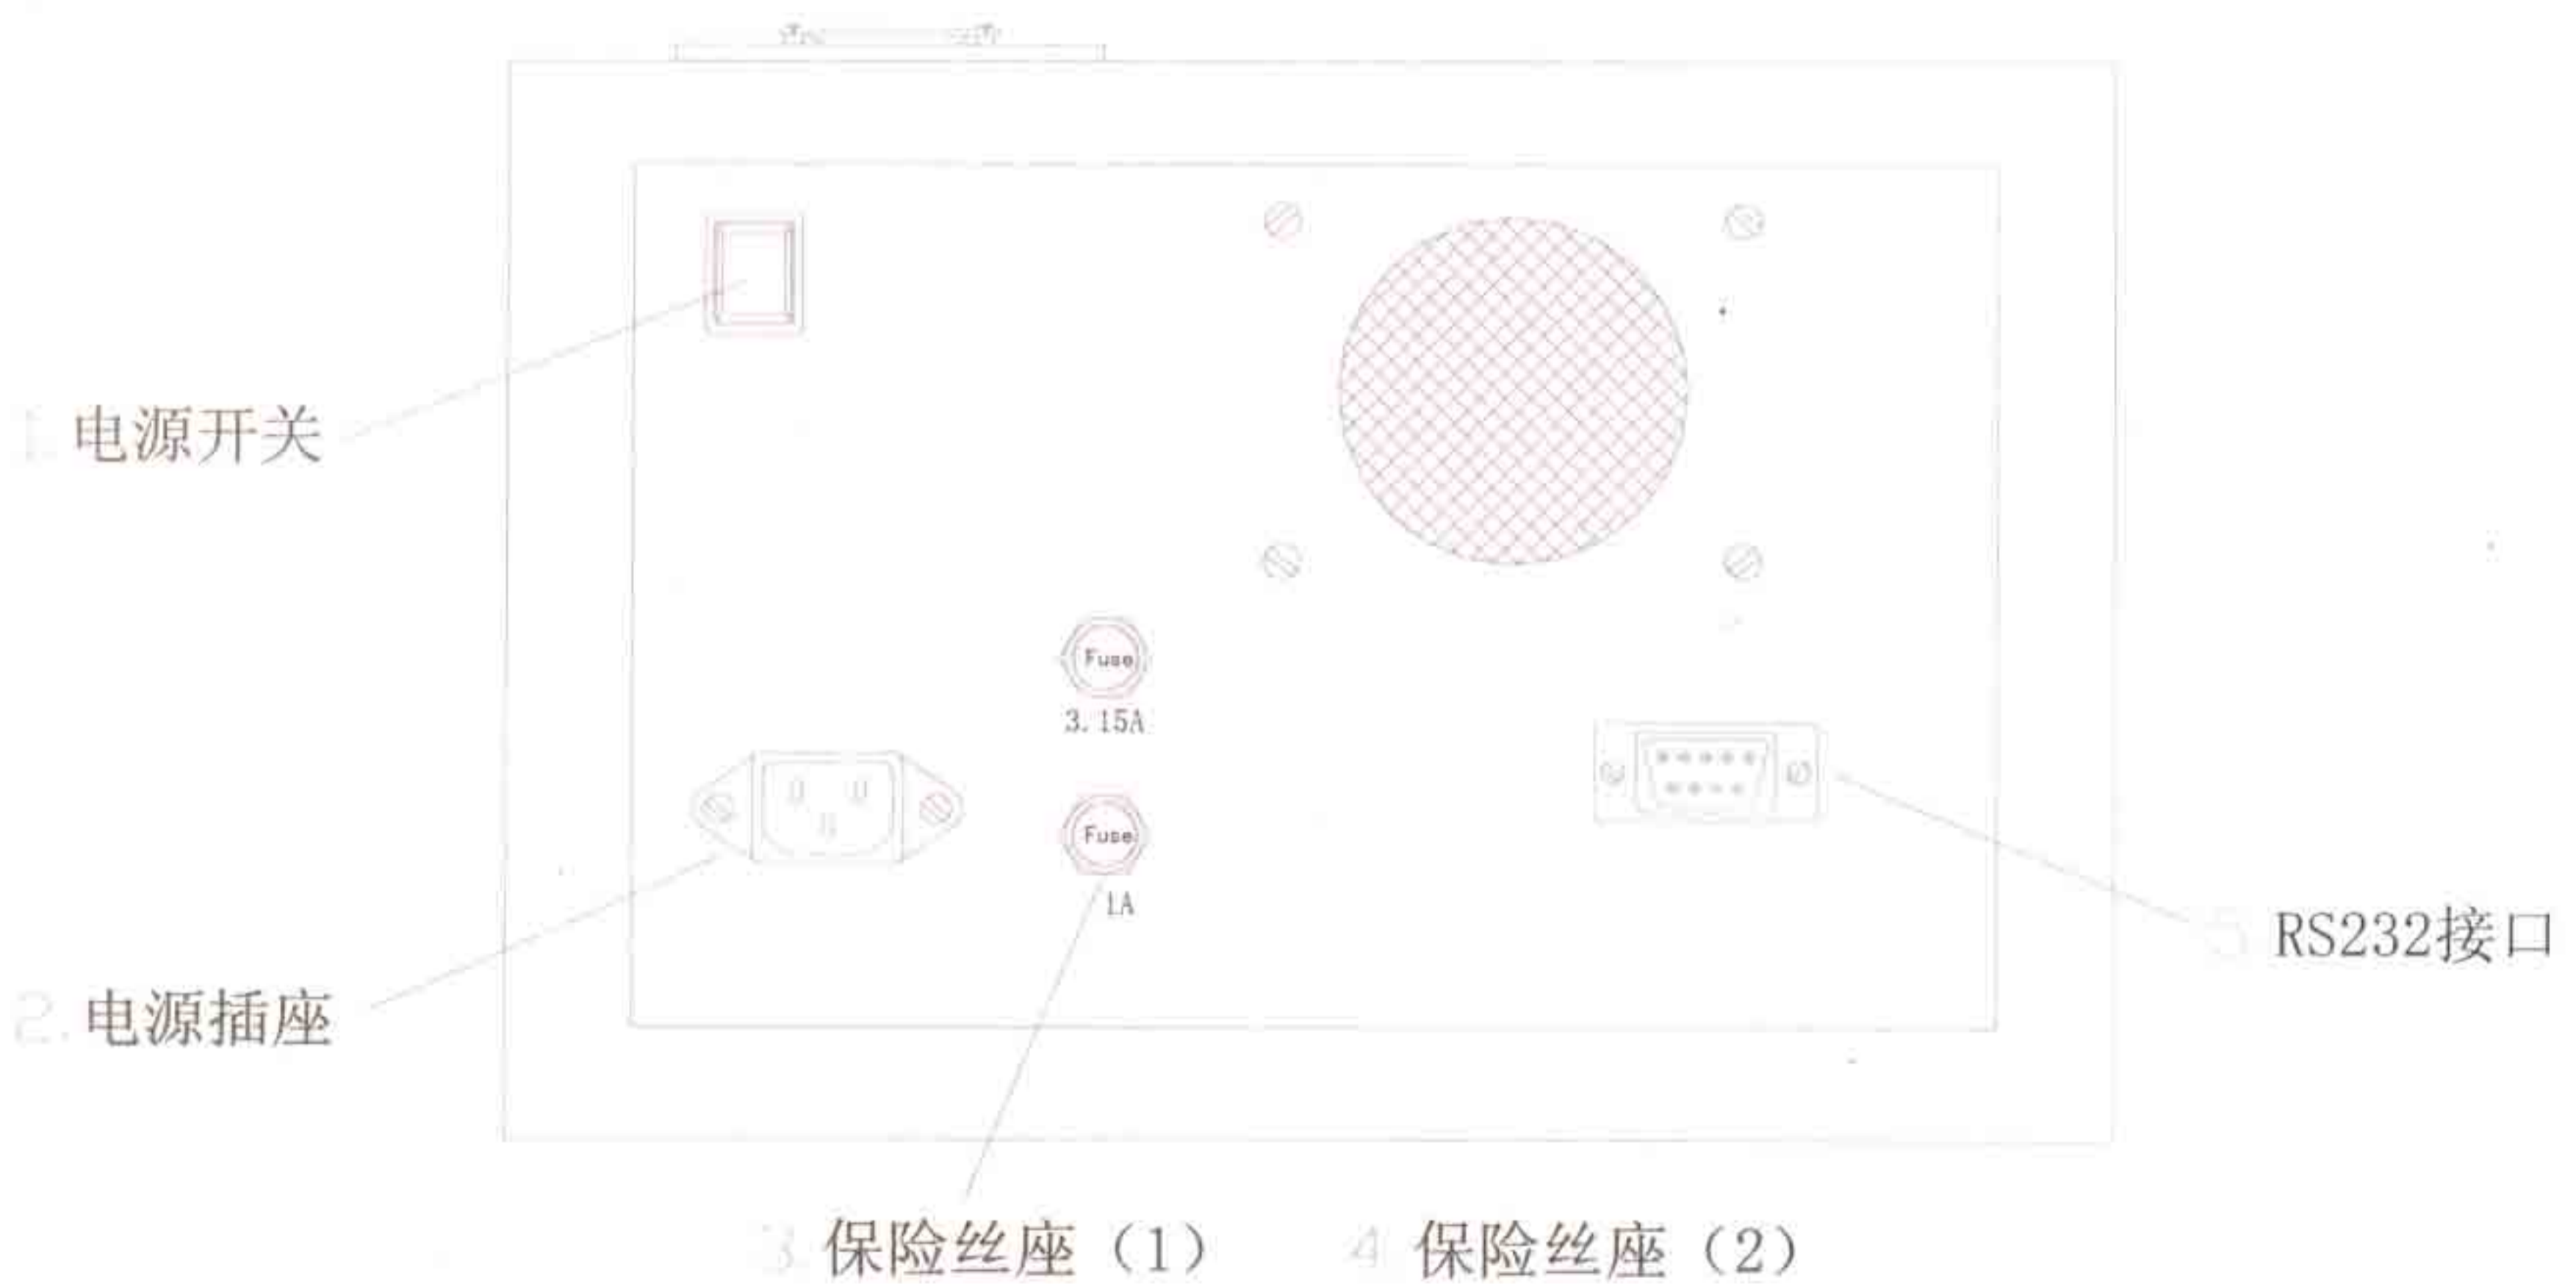

图 6
4. 仪器后视图见图 6
1. 开启电源开关（见图 6），显示上一次起始温度及升温速率。稳定 20min。此时，光标将停止在“起始温度”第一位数字，用户可通过键盘修改起始温度，并按“←|”键表示确认，若起始温度不需修改可直接按“←|”键，此时光标跳至“升温速率”第一位数字。